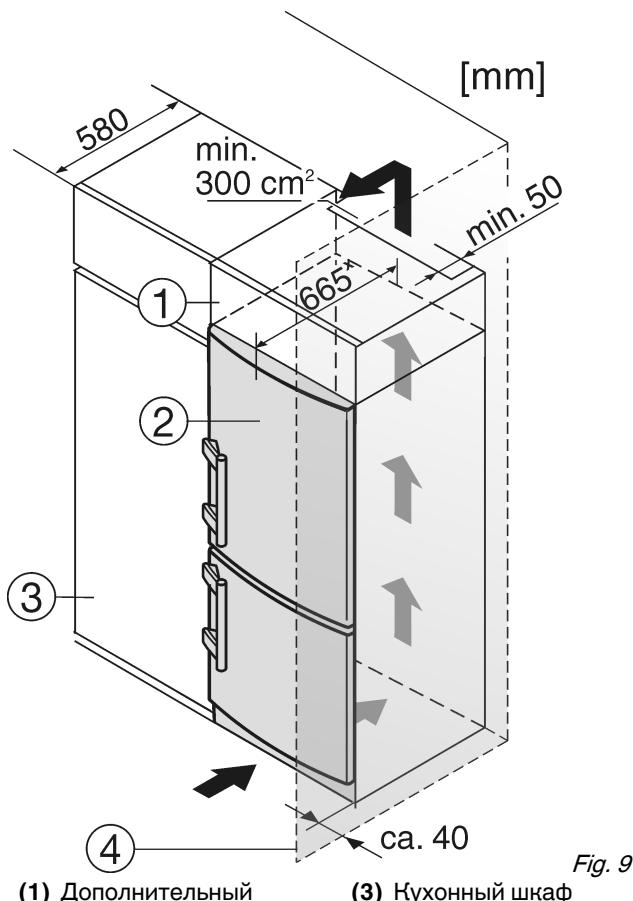

Fig. 9
Устройство может быть окружено предметами кухонной обстановки. Чтобы уравнять устройство Fig. 9 (2) по высоте с кухонной стенкой, можно установить над устройством соответствующий дополнительный шкафчик Fig. 9 (1).
При комбинировании с кухонными шкафами (глубина макс. 580 мм) устройство можно установить непосредственно рядом с кухонным шкафом Fig. 9 (3). Устройство выступает сбоку на 70 мм × по центру на 85 мм × относительно передней стенки кухонного шкафа.
Если устройство установлено на шарнирах у стены Fig. 9 (4), то расстояние между устройством и стеной должно быть не менее 40 мм. Настолько выступает ручка при открытой дверце.